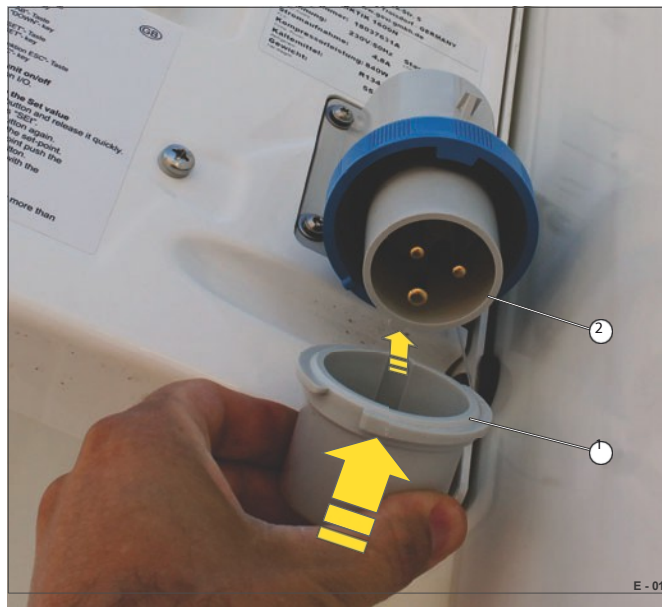

Fig. 15 Stänga nätanslutningen
- Innan du stänger nätanslutningen med locket (Fig. 15/1) ska du kontrollera att inget vatten har samlats i locket - rengör vid behov innan du stänger.
- Sätt på locket på nätkontakten (Fig. 15/2) - se till att det sitter i rätt läge.